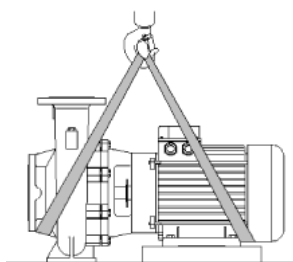

Fig. 2: Transport pompy
- Uchwyty transportowe umieszczone na silniku służą przy tym tylko do zamocowania zawiesi (Patrz Fig. 2).